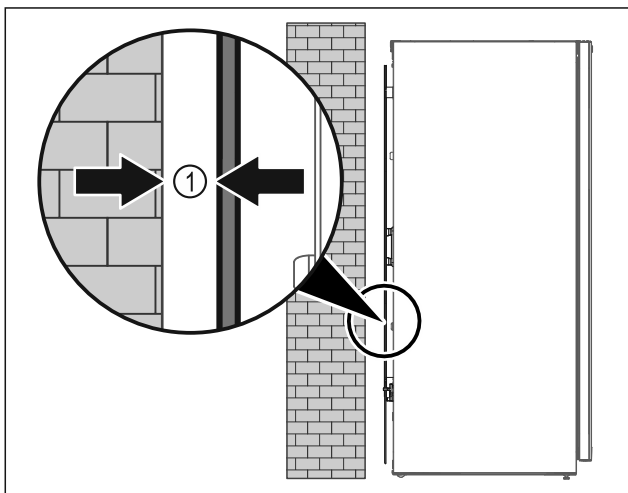

Fig. 5
- Pystytä laite joko huonetilaan vapaasti seisomaan tai suoraan seinän viereen noudattaen 5 mm Fig. 5 (1) vähimmäisetäisyyttä.